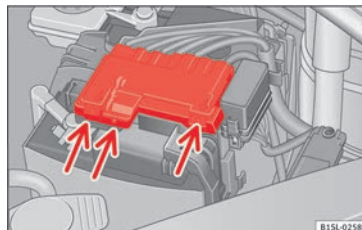

Bild 172 I motorrummet: Ta bort locket från bilbatteriet.
- Tryck på flikarna » **bild 172** (pilarna) i pilarnas riktning och lyft upp batterilocket. »